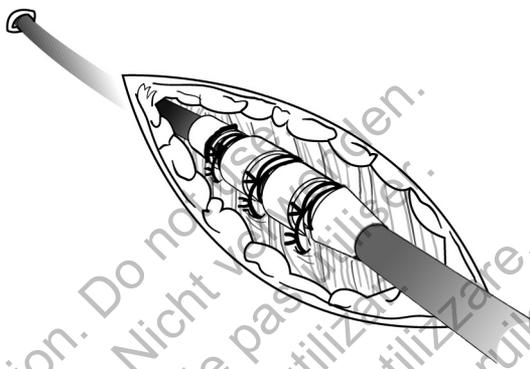

Abbildung 8. Beispiel für eine perkutane Implantation mit Nahtmanschette
1. Ziehen Sie die Einführschleuse ab, und schieben Sie die distale Nahtmanschette tief in das Gewebe hinein (Abbildung 8 Beispiel für eine perkutane Implantation mit Nahtmanschette auf Seite 23).